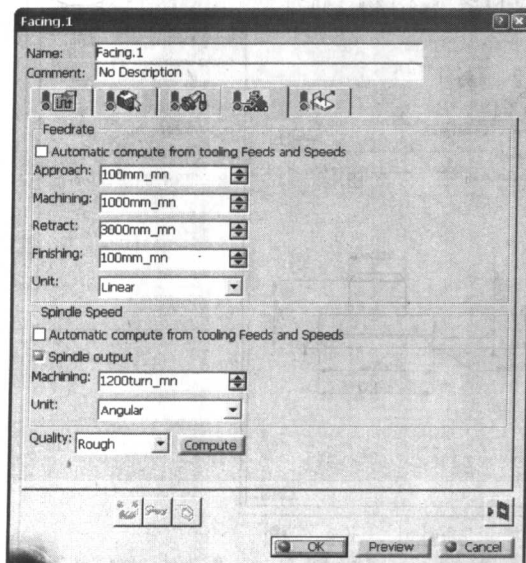

图 1-22
(2) 在对话框中单击“进给率”标签。在Feedrate选项组中，取消选中☐ Automatic compute from tooling Feeds and Speeds 复选框，在Approach数值框中输入刀具的进刀速率为100mm_mn，在Machining数值框中输入刀具的切削速率为1000mm_mn，在Retract数值框中输入刀具的退刀速率为3000mm_mn。在Spindle Speed选项组中，取消选中☐ Automatic compute from tooling Feeds and Speeds 复选框，然后在Machining数值框中设置主轴转速为1200turn_mn，设置如图1-22所示。